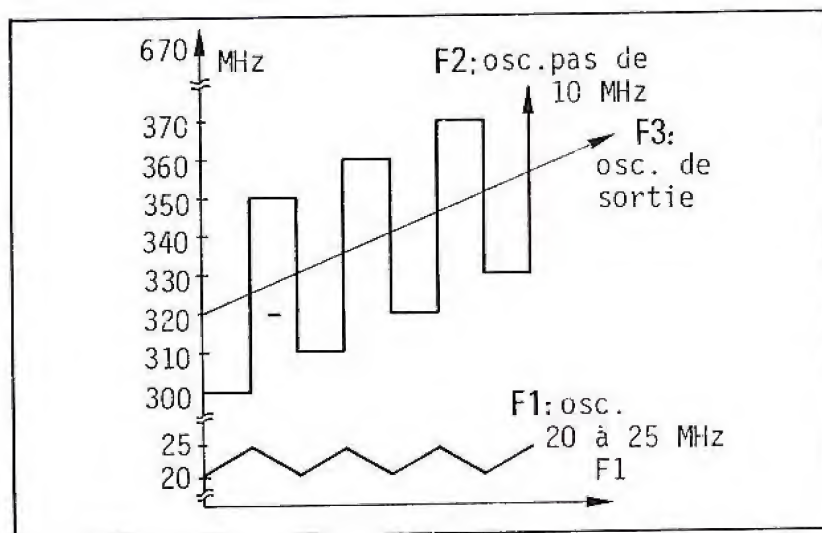

Figure 4-2 : PROGRESSION DES 3 OSCILLATEURS
- Soit F1, F2 et F3 les signaux correspondant respectivement aux fréquences des oscillateurs 20 à 25 MHz, 300 à 670 MHz et 320 à 650 MHz et la figure 4.2 qui présente le graphique de variation de chacune d'elles.